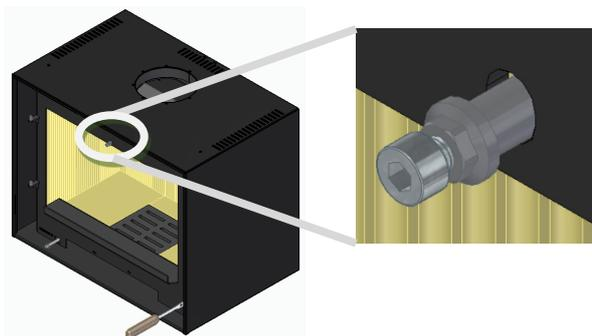

Figura 17 – Remoção do parafuso e da porca do circuito de fumos "dupla deflectora" (B)
2. Remova o circuito de fumos "dupla deflectora de fumos" (B) para isso deverá retirar o parafuso e a porca, ver Figura 17.